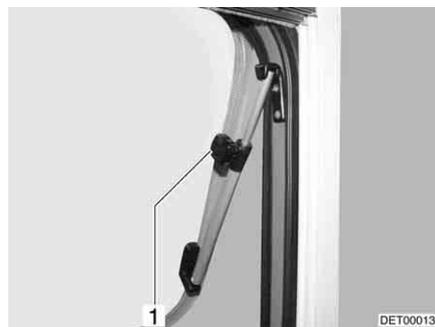

Bild 75 Dachhaube mit Dreh-Ausstellern, geöffnet
- Dachhaube bis zur gewünschten Stellung öffnen und mit Rändelknopf (Bild 75,1) feststellen.
- Rändelknopf (Bild 75,1) drehen, bis Arretierung freigegeben wird.